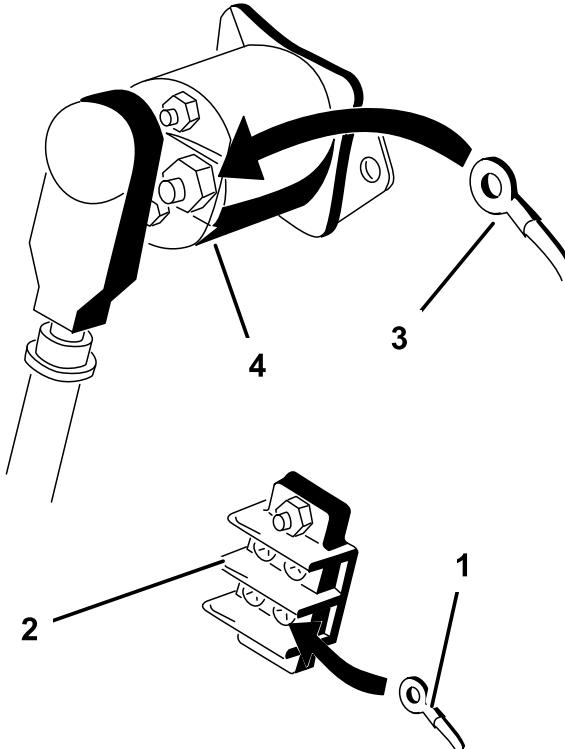

Bild 19
3. Schließen Sie den mit Erde beschrifteten Ring an den schwarzen Draht am Erdungsterminal an (Bild 19).